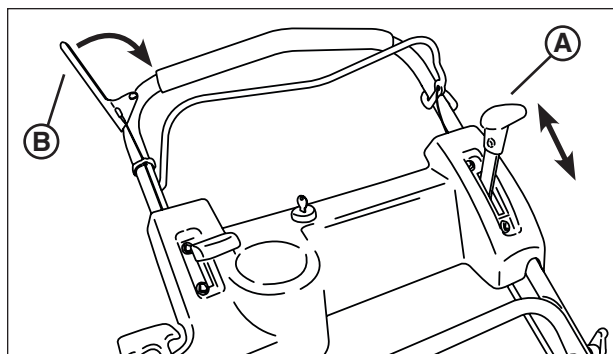

Figure 4 : Commandes d'entraînement de la tondeuse
2. Déplacer la commande de vitesse d'avance (**A**, **Figure 4**) à la position de vitesse désirée.